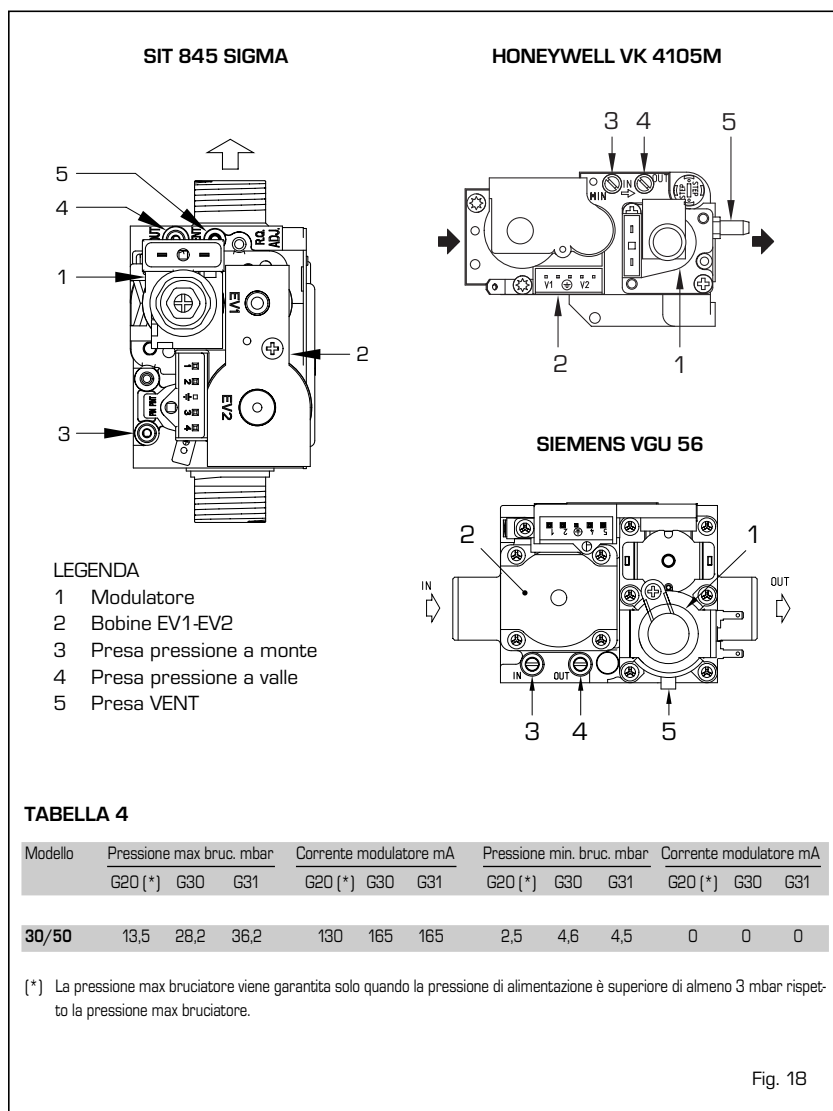

Fig. 18
4.2 VALVOLA GAS (fig. 18)
La caldaia è fornita con valvole gas SIT 845 SIGMA, HONEYWELL VK 4105M o SIEMENS VGU 56 (fig. 18).
- Scollegare il tubetto della presa VENT della valvola (5 fig. 18).
- Togliere il cappuccio (1) del modulatore.
- Regolare la pressione massima agendo sul dado (3) e ricercare il valore della pressione massima indicato in **Tabella 4**.
- Tenere bloccato il dado (3) e girare la vite/dado (2) per ricercare il valore della pressione minima indicata in **Tabella 4**.